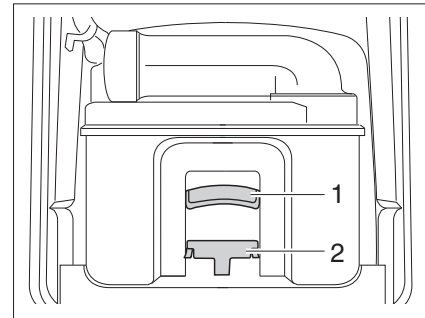

Fig. 245 Cassette Thetford
- Actionner le déverrouillage (Fig. 245,1) et retirer la toilette à cassette au niveau de la poignée (Fig. 245,2).